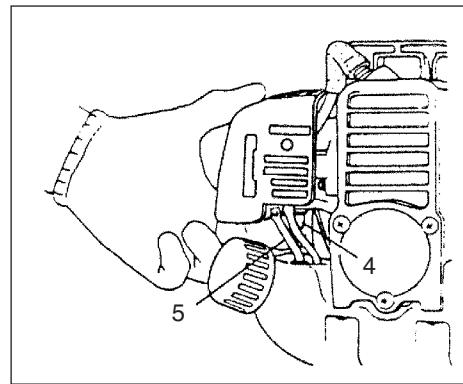

Fig. 2-2C
- * Tryk flere gange på tipperbolden (4), så brændstoffet strømmer gennem returnrøret (5) (hvis enheden er udstyret med et sådant) (fig. 2-2C).